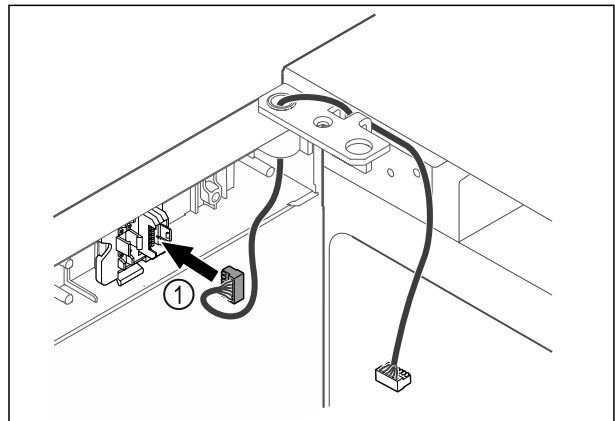

Fig. 42
- ▶ Įkiškite kištuką Fig. 42 (1) į kištuko laikiklį.